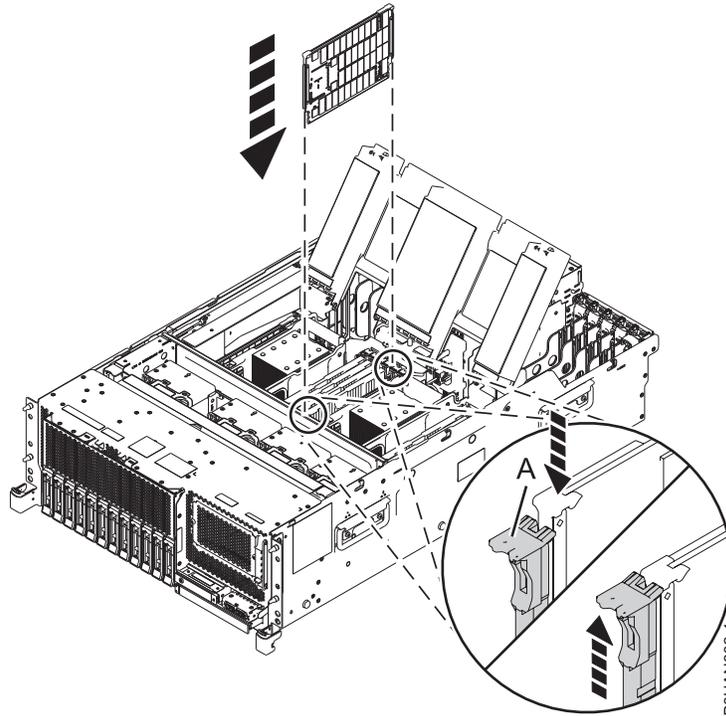

Figura 3. Instalación o reinstalación de un módulo de memoria en el sistema 8247-42L, 8286-41A o 8286-42A
5. Inserte firmemente el módulo de memoria en la ranura hasta que la pestaña de bloqueo (A) encaje en su sitio. Consulte la Figura 3.